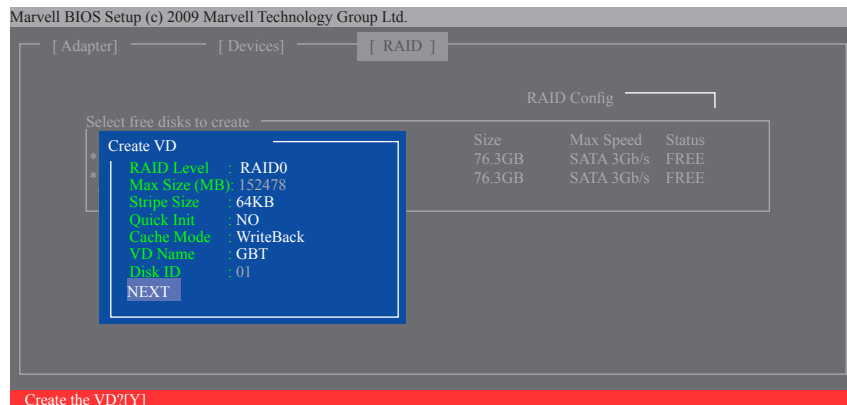

図 8
6. **NEXT**: 上の設定を完了した後、**NEXT** に移動して <Enter> を押しアレイの作成を開始します。確認を求められたら、<Y> を押し確認するか <N> を押しキャンセルします (図 8)。